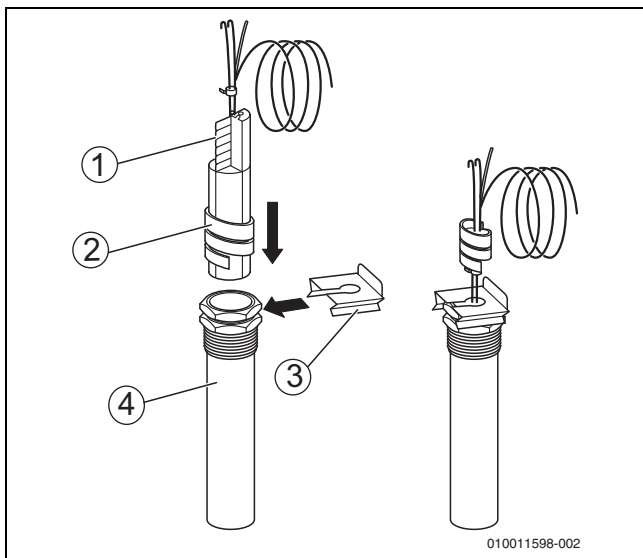

Fig. 22 Colocar a espiral de plástico na bainha de imersão
- ▶ Fixar a bainha dos sensores da temperatura com uma fixação de sensores [3] no ponto de medição (→ fig. 22, página 25).
A espiral de plástico [2] para manter os sensores da temperatura unidos, desloca-se automaticamente para trás no momento de encaixe (→ fig. 22, página 25).
Para garantir o contacto entre a bainha de imersão [4] e as superfícies do sensor e, dessa forma, estabelecer uma transferência de temperatura segura, a mola compensadora [1] deve estar inserida entre os sensores da temperatura (→ fig. 22, página 25).